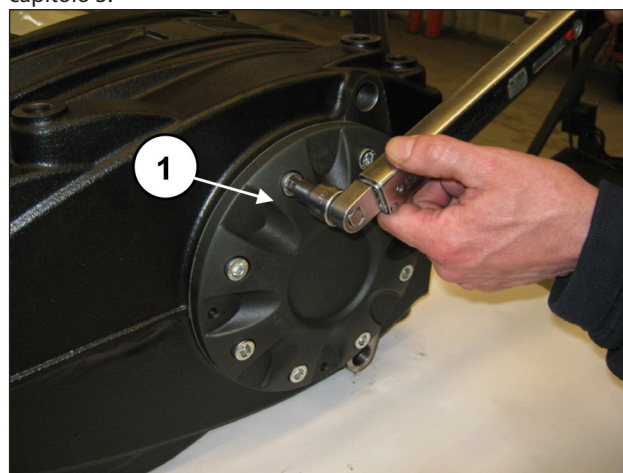

Fig. 60
Serrare le 8 viti M10x30 (pos. ①, Fig. 60).